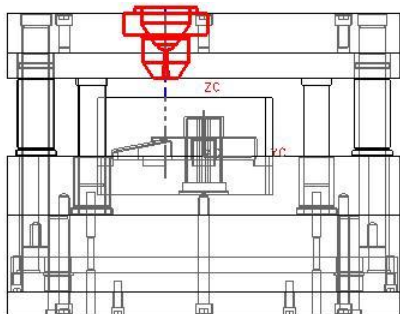

图7-65
7. 在菜单栏中选择【窗口】/【zzj-shanggai.prt】选项，显示如图 7-65 所示的组件。